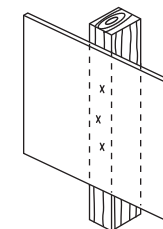

Рис. 1
- 3 Нанесите три метки как показано на Рис. 1. и отложите основание в сторону.